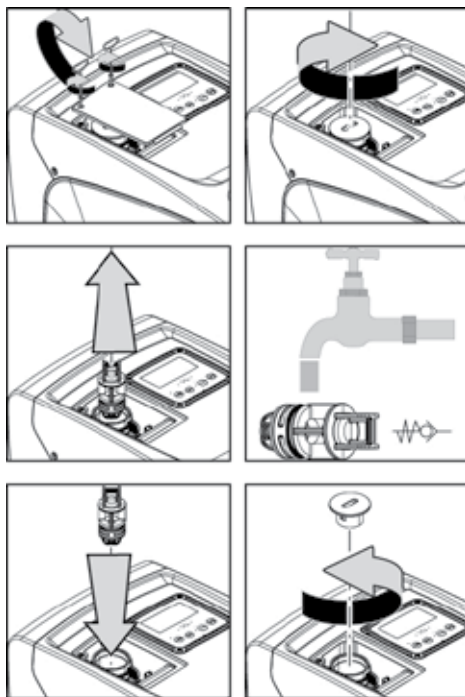

Abbildung 21
1. die Zugangsklappe zum Fach für die außerordentliche Wartung ausbauen (Abb.1 Seite F), indem die 2 Verschlusschrauben mit dem Zusatzwerkzeug gelöst werden. Es empfiehlt sich die Schrauben nicht ganz zu entfernen, damit sie verwendet werden können, um die Klappe abziehen. Darauf achten, dass die Schrauben nach dem Ausbauen der Klappe nicht in das Innere des Systems fallen (Abb.21);
2. mithilfe eines Schraubendrehers den 1"1/4 Deckel ausbauen, um auf das Rückschlagventil zuzugreifen (Abb.21);
3. mithilfe einer Zange die Kartusche des Rückschlagventils ohne zu drehen abziehen, indem an der vorbereiteten Brücke angesetzt wird (Abb.21): Dieser Vorgang könnte eine gewisse Kraft erfordern;
5. die komplette Kartusche erneut in ihren Sitz einsetzen: Der Vorgang verlangt die notwendige Kraft für das Zusammendrücken der beiden O-Ring-Dichtungen (Abb.21);
6. den 1"1/4 Deckel bis zum Anschlag einschrauben: falls die Kartusche nicht korrekt in ihren Sitz eingedrückt wurde, erfolgt dies spätestens beim Einschrauben des Deckels (Abb.21);
7. die Klappe wieder anbringen und die 2 Schrauben festziehen (Abb.21).